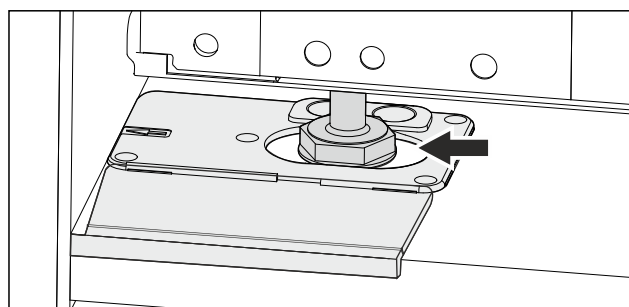

Fig. 50
- ▶ Aparat poravnajte z nastavljivimi nogami. Fig. 50 ()